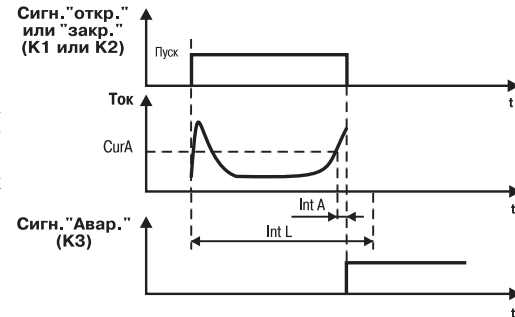

Рис. 8
- заклинивание вала электропривода произошло до достижения конечного положения – время хода, заданное в программируемом параметре \overline{IntL} , еще не истекло, а в течение времени, определяемом значением параметра \overline{IntA} , превышен ток защитного отключения (задается в параметре \overline{CurA}); БУ воспринимает эту ситуацию как аварийную и выдает соответствующий сигнал (рис. 8);